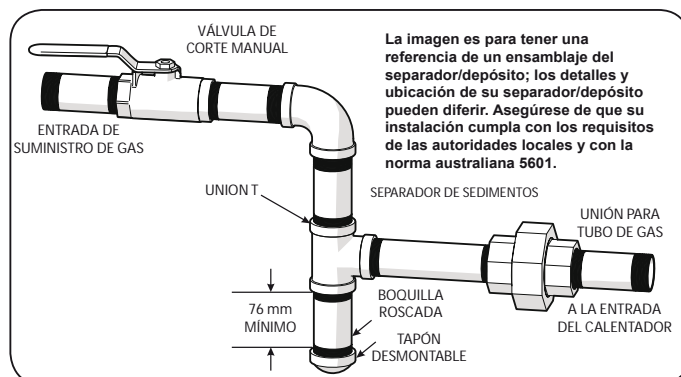

Figura 5. Válvula de corte manual y separador de sedimentos
- Si así lo exigiera el código local, instale un separador de sedimentos/depósito de condensado y unión de gas de conformidad con la norma australiana 5601. Ver *Figura 5*.
No utilice conectores flexibles en las conexiones de gas a menos que el conector sea un conector AGA aprobado para instalación exterior, y esté identificado con la capacidad BTUH (que debe ser igual o mayor a la capacidad nominal de entrada del calentador) y el tipo de gas (natural o GPL). Además, los conectores flexibles, como por ejemplo las tuberías de acero inoxidable corrugado (CSST) enterradas bajo tierra, deben estar certificados para instalación bajo tierra y cumplir con todos los códigos aplicables. Tenga en cuenta que el uso de conectores flexibles de todos modos requiere la instalación de un separador de sedimentos. Ver *Figura 5*.